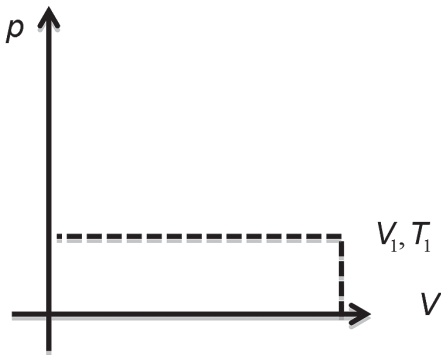

Figura 8.12: Estado inicial do gás que será comprimido.
4. Desenhe na **Figura 8.12** os dois processos.